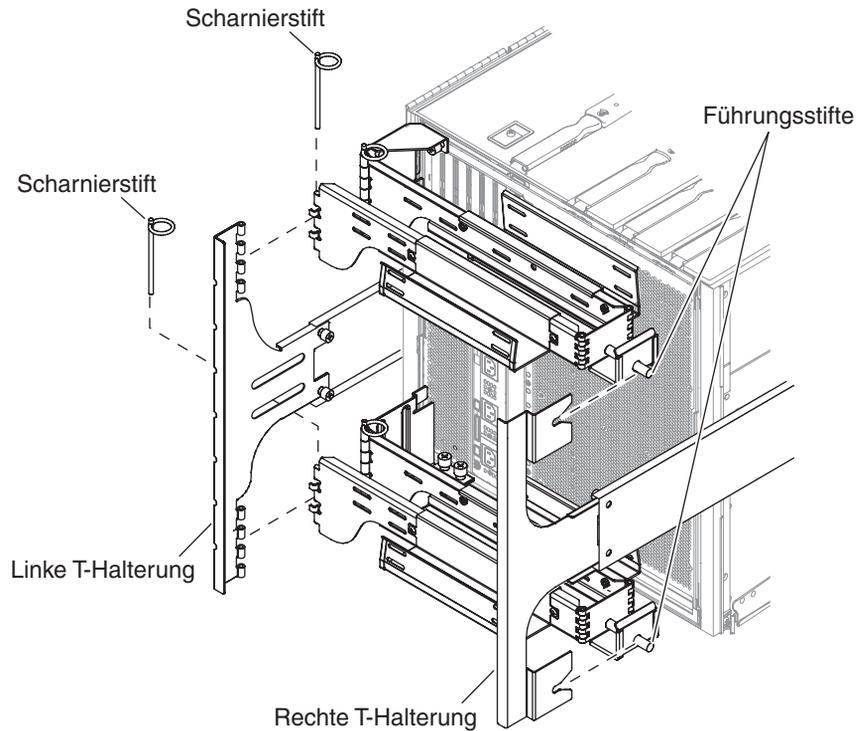

ABBILDUNG 1-23 Befestigen des oberen/unteren Kabelführungsarms an der T-Halterung
9. Fixieren Sie den oberen Kabelführungsarm mit einem Scharnierstift an der linken T-Halterung (ABBILDUNG 1-23).
10. Fixieren Sie den unteren Kabelführungsarm mit einem Scharnierstift an der linken T-Halterung. ABBILDUNG 1-23.